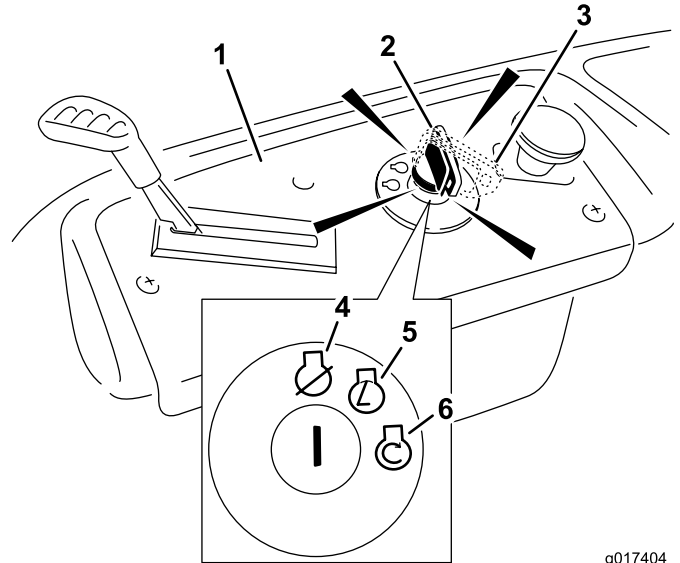

Figura 14
4. Gire la llave de contacto a Arranque para activar el motor de arranque (Figura 14).
5. Después de que el motor arranque, presione hacia abajo el control del estárter (Figura 14).
3. Gire la llave de contacto a la posición de Desconectado (Figura 14) y retire la llave.